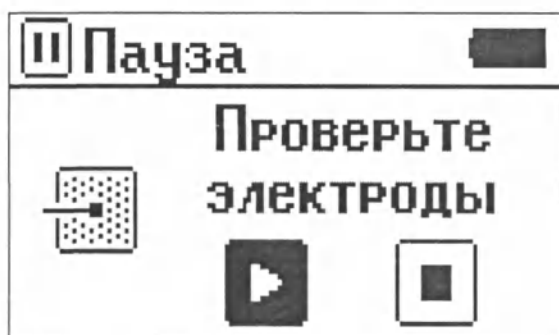

Рис. 19. Автоматическая остановка стимуляции.
11. Иногда контакт электродов с кожными покровами ухудшается в процессе стимуляции (ослабляется прилегание электрода к кожным покровам или подсыхает губчатая часть электрода). Прибор следит за контактом путем измерения импеданса и автоматически приостанавливает стимуляцию при быстром увеличении его значения, при этом Вы увидите на экране прибора изображение как на рис. 19. В этом случае Вам следует проверить электроды, достаточно ли хорошо они смочены и плотно ли прилегают.